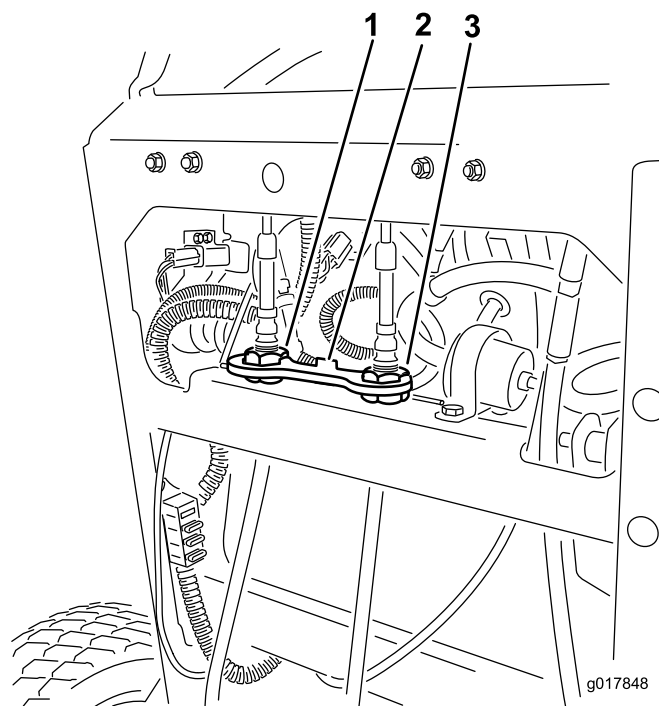

Figure 56
4. Levez et déposez le verrou à câble qui fixe les écrous de réglage du câble (Figure 56).
5. Tournez le dispositif de réglage du câble droit pour placer la commande de déplacement droite au centre de la fente de verrouillage au point mort du panneau de commande (Figure 56).
10. Placez le verrou à câble sur les écrous de réglage de câble pour bloquer le réglage (Figure 56).